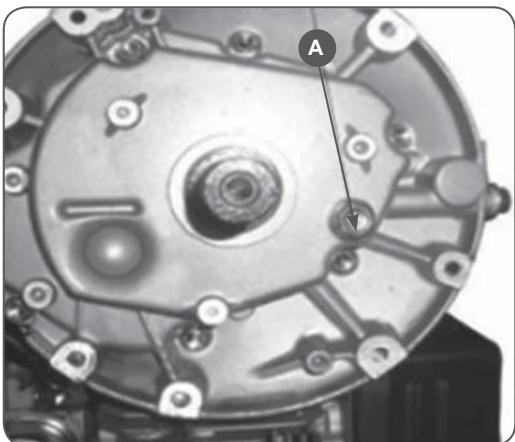

Рис.12
2. На многих двигателях пробка для слива масла (A) находится на картере снизу двигателя, под ножом (Рис.12)